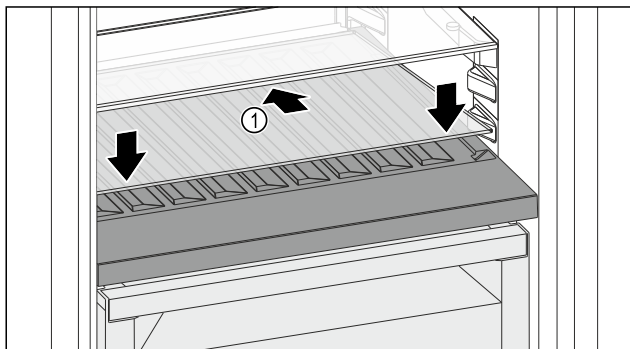

Fig. 143
- ▶ Stekleno ploščo Fig. 143 (1) namestite postrani, nagnjeno spodaj nazaj.
- ▶ Stekleno ploščo Fig. 143 (1) spustite spredaj.